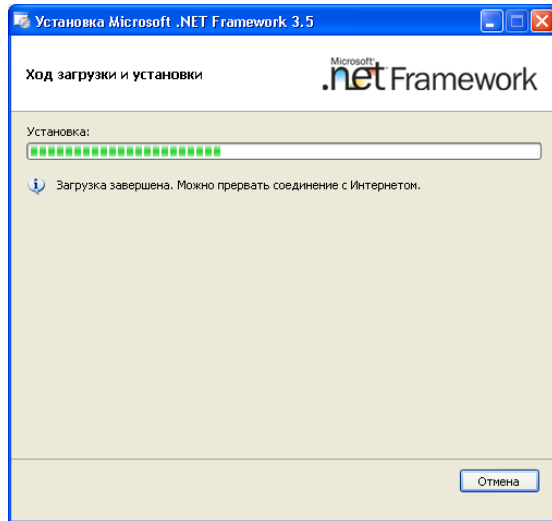

Рисунок 7.4
4) Для продолжения процесса установки программы "FrameWork_3.5" щелкнуть по кнопке **Установить**. В ходе выполнения установки на экране ПК будет отображаться окно (рисунок 7.4).